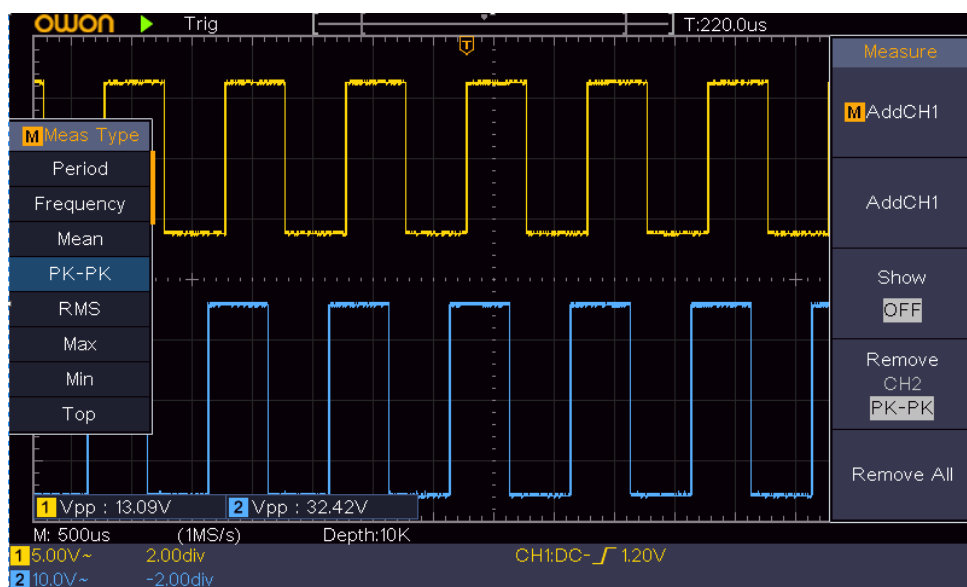

Figure 6-2 PK-PK自動測定アイテムを選択
- (1) **Autoset**キーを押して、2つのチャンネルの波形を適切に表示させます。
- (2) **Measure**を押して自動測定メニューを開きます。
- (3) 右メニューの**Add CH1**を押します。
- (4) 左メニューで**Mノブ**を回して **PK-PK** を選択します。
- (5) 右メニューで**Add CH1**を押して**CH1**の **PK-PK** を追加します。
- (6) 左メニューで **PK-PK** を選択したまま、右メニューで**Add CH2**を押して**CH2**の **PK-PK** を追加します。
- (7) 画面左下からCH1（入力信号）とCH2（出力信号）のピーク・トゥ・ピーク電圧値を読み取ります。（Figure 6-2）
- (8) 下記の式でアンプのゲインを算出します。